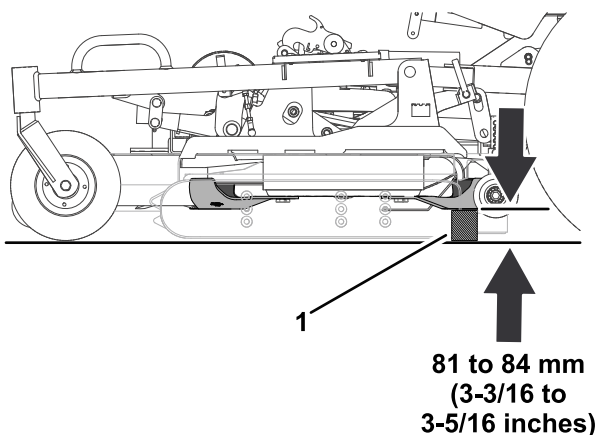

Figura 127
5. Măsurai distanța dintre sol și punctul cel mai din spate al marginii de tăiere a lamei cu un calibru de măsurat (Figura 127).